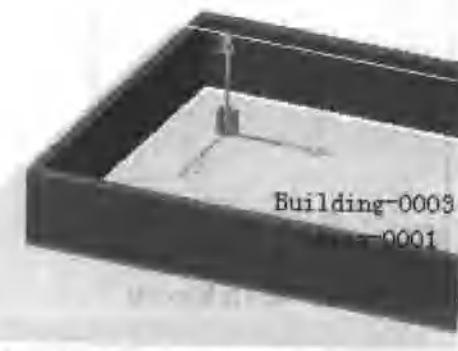

图 1-21 预置设备放大前显示
- (3) 在 Building 里选择一点确定设备的位置（用鼠标在建筑物内任选一点），则完成创建（如图 1-21 所示）。如图形太小可以放大来显示，如图 1-22 所示。